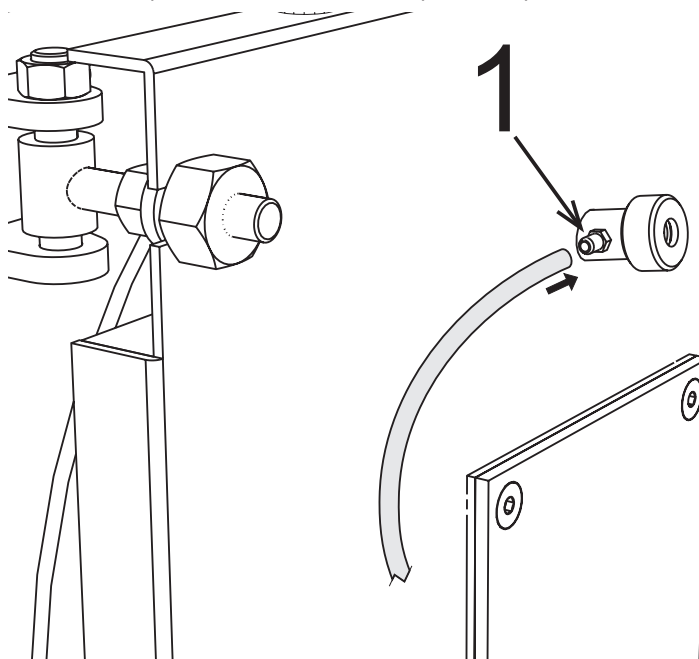

Fig. 14
El piloto de control de llama está dotado de una toma de presión (ref. 1 - Fig. 14) que se conecta mediante un tubo de silicona (no incluido) o de cobre a la toma en el quemador. Esta operación permite al aire soplado por el ventilador enfriar el vidrio del piloto e impedir el ennegrecimiento. Si el tubo no se conecta al piloto, el vidrio de control se podría romper.